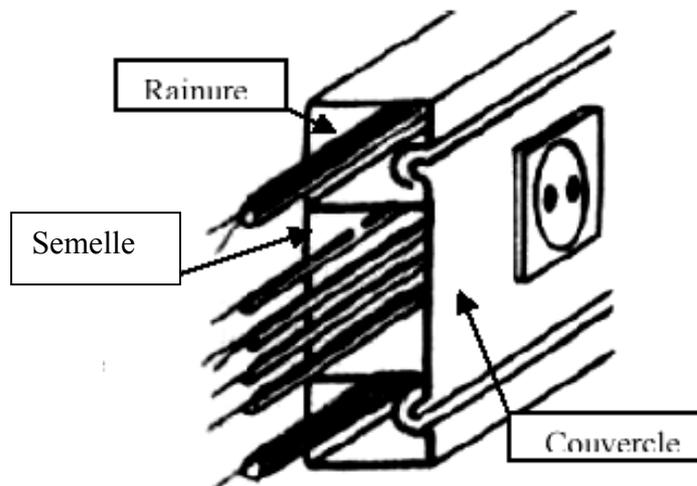

Figure 6.3 Goulotte à parois pleines
b) **La goulotte plastique :** (voir figure 6.3)